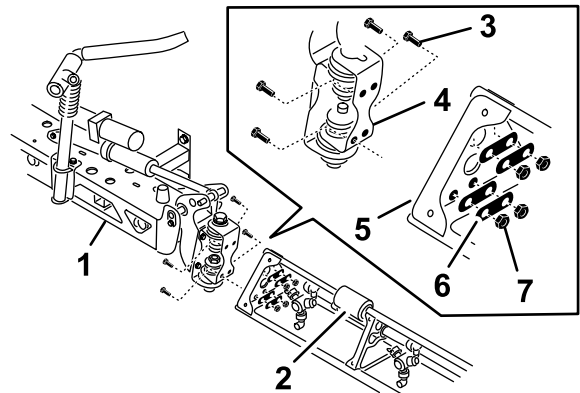

Bild 40
2. Drehen Sie jede Schwenkhalterung am Ende des mittleren Auslegerabschnitts so, dass die Halterungen vertikal ausgefluchtet sind (Bild 40).
4. Montieren Sie die Scharnierplatte mit vier Bundkopfschrauben, vier Stützplatten und vier Sicherungsbundmuttern (Bild 40), die Sie in Schritt 1 entfernt haben, an der dreieckigen Platte.
6. Fluchten Sie das Stangenende des Auslegerhubzylinders mit den Löchern im Horn der Schwenkhalterung aus (Bild 40)
7. Befestigen Sie das Stangenende der Schwenkhalterung mit einem Lastösenbolzen und einem Splint (Bild 40).